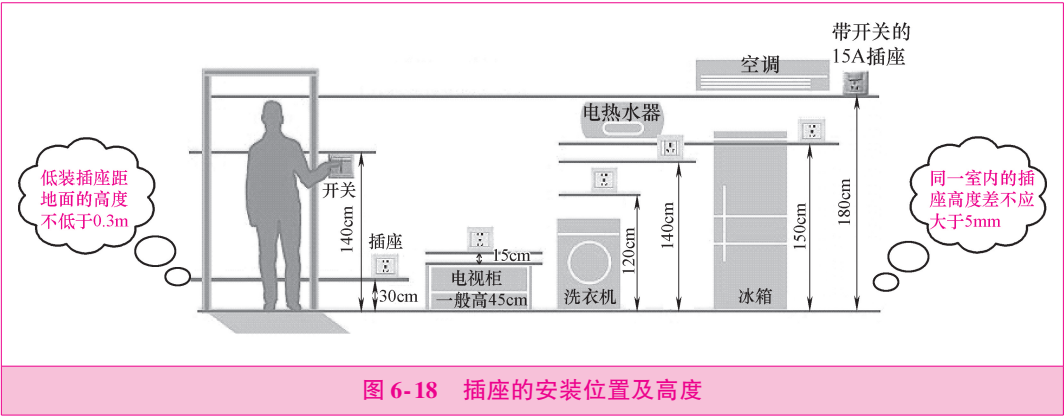

图 6-18 插座的安装位置及高度
1) 为了安全和使用方便，插座的安装位置及高度如图 6-18 所示。